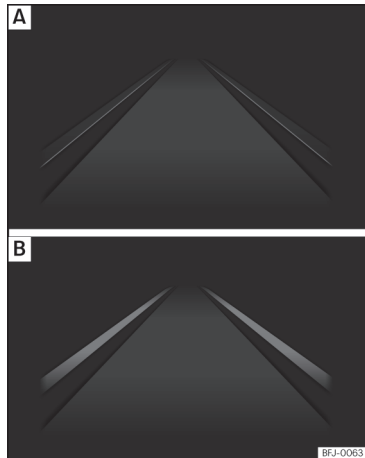

Abb. 271 Am Bildschirm des Kombi-Instruments: Bildschirmanzeige des Spurhalteassistenten (Beispiel 1).
- **Abb. 271 [A]:** System aktiv, aber nicht verfügbar, da die Mindestgeschwindigkeit nicht erreicht ist oder das System die Fahrbahnmarkierung nicht erkennt.
- **Abb. 271 [B]:** System aktiv und verfügbar, beide Begrenzungslinien erkannt. In diesem Augenblick wird die Fahrtrichtung nicht korrigiert.